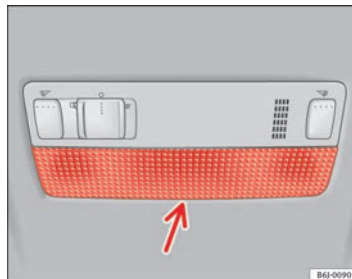

Abb. 156 Leseleuchte vorne
- Das flache Ende eines dünnen Schraubendrehers zwischen Gehäuse und Glas einführen ⇒ Abb. 156.